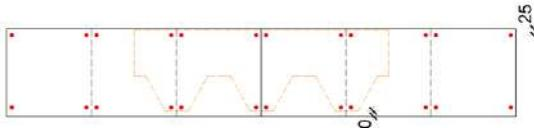

Рис. 16. Схема крепления коньково-карнизной черепицы Döcke PIE на карнизе.
8.2.12 Нижняя кромка гонтов первого ряда должна отступать на 10 мм от нижней кромки карнизной полосы (рис. 16). Гонты ламинированной черепицы Döcke PIE должны отступать на 10 мм от перегиба карнизной планки, т.к. не требуют применения карнизной черепицы.